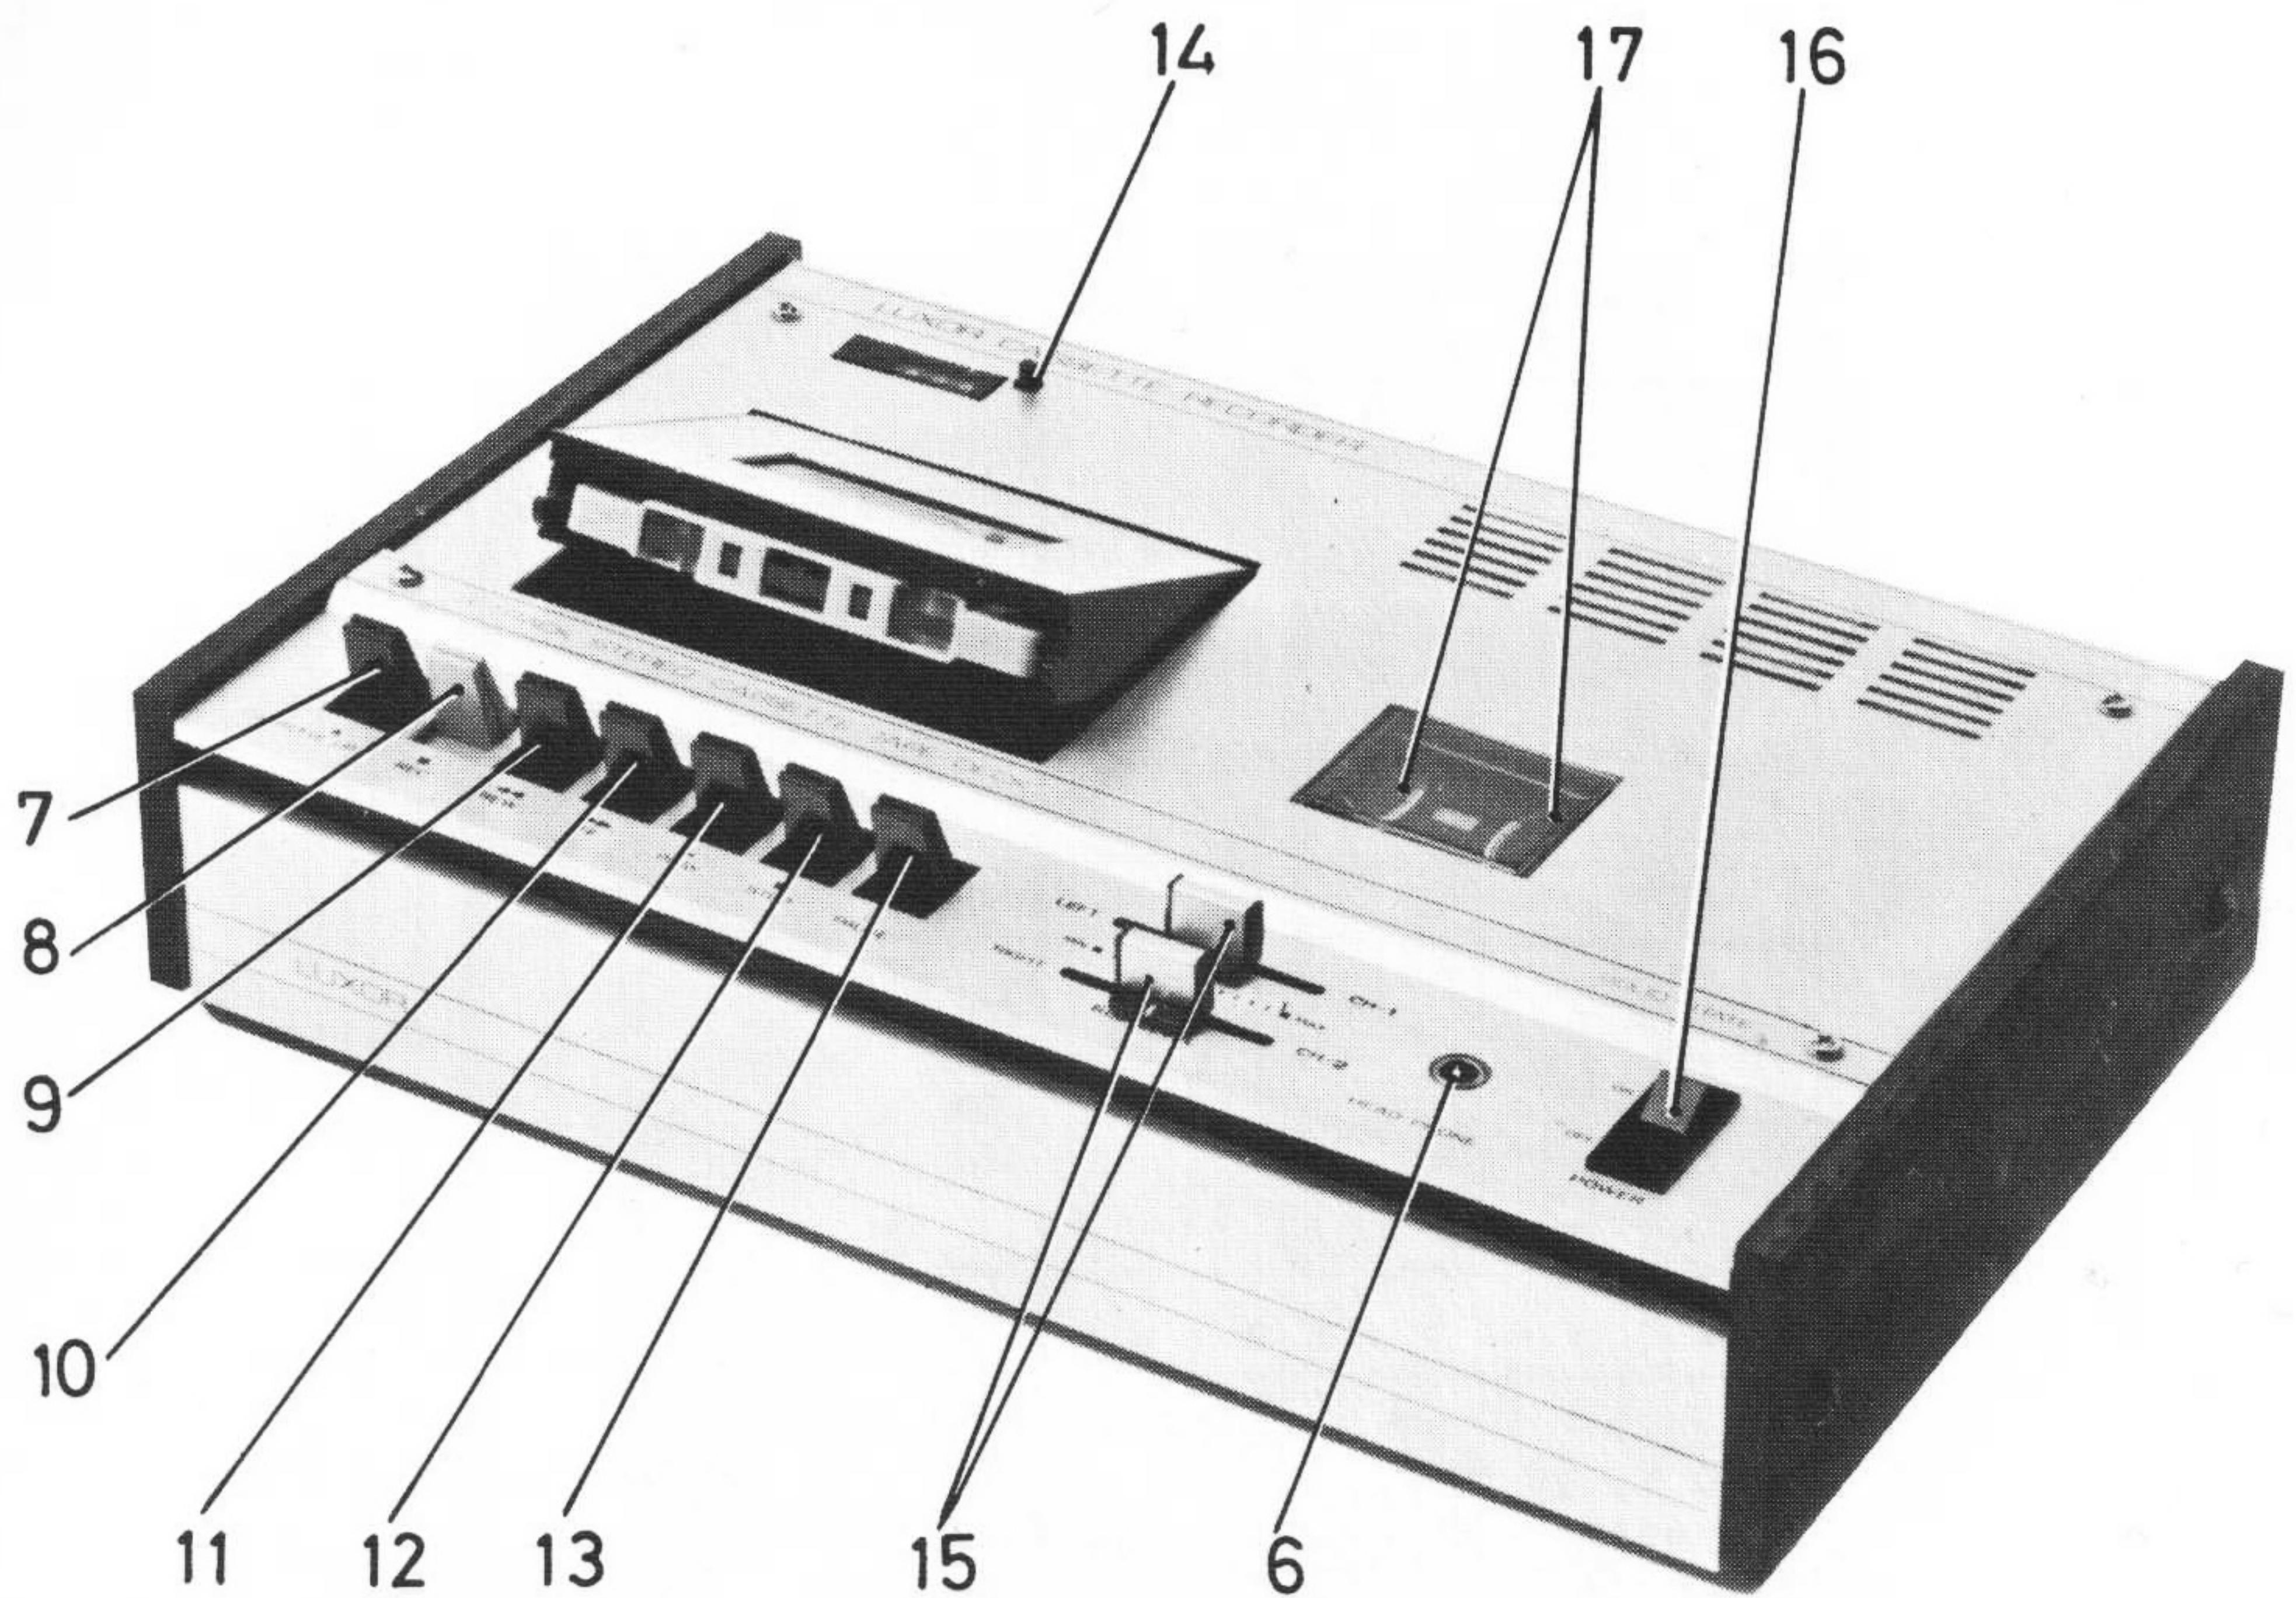
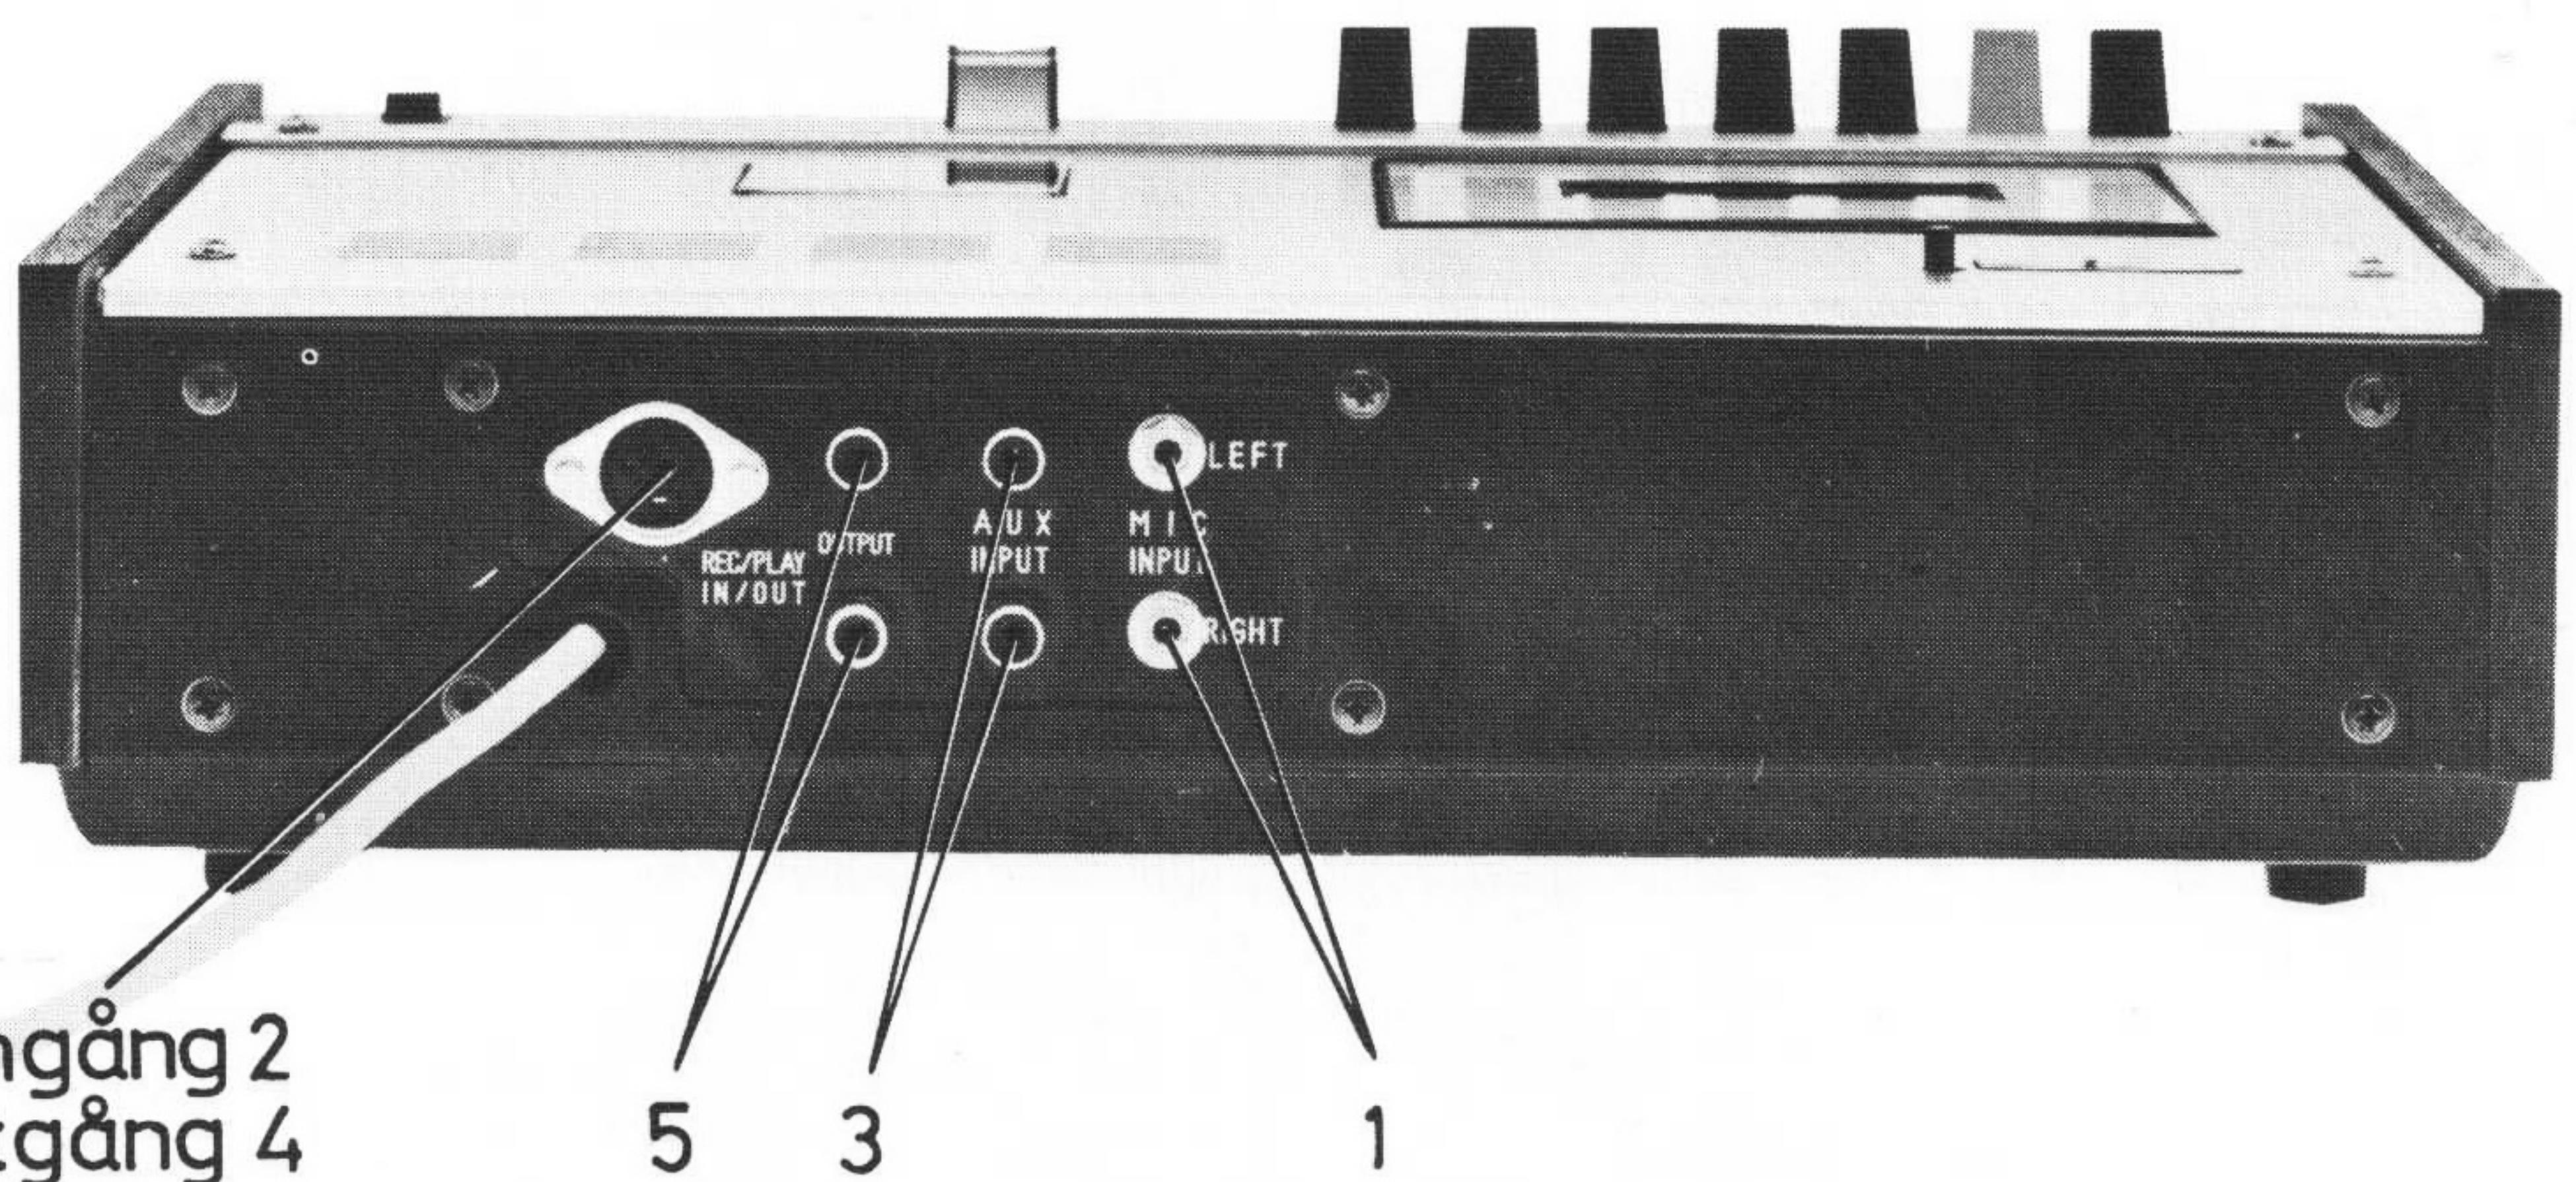

Fig. 1
Fig. 2
Anslutningar (Numren hänvisar till fig. 1 o. 2)
Den signal, som skall inspelas tas lämpligen direkt från den till DIN-kontakten fig 2 anslutna radion. De två volymkontrollerna skall ställas in så lågt att distorsion undvikas. Rätta inställningen på volymkontrollerna (15) erhålls genom att reglera dem så att visarna på VU-metrarna (17) fig 1 hålls så nära de röda fälten som möjligt, dock utan att nå desamma.
- Tag bort de två volymknapparna (15) fig 1.